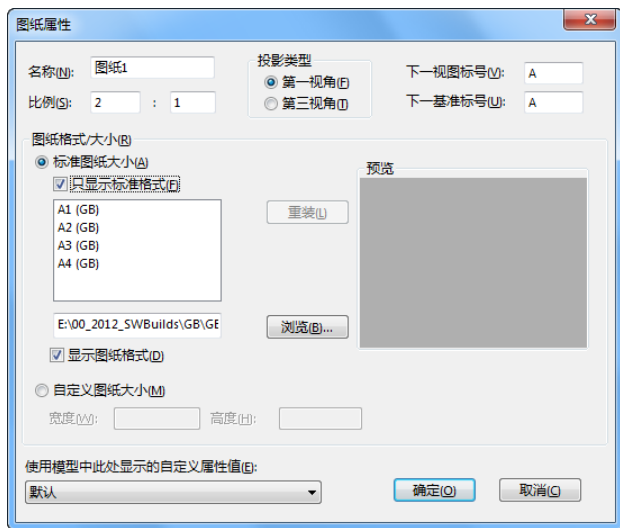

图 8-12 “图纸属性”对话框
**02** 设置图纸属性。系统弹出如图 8-12 所示的“图纸属性”对话框，然后需要进行相应的设置。